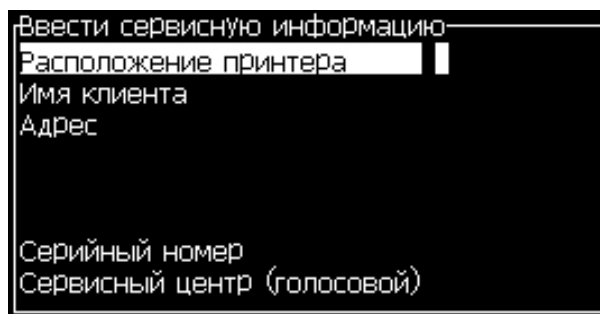

Рисунок 4-23: Диалоговое окно “Enter Service Information” (ввод информации по обслуживанию)
- 2 Выберите опцию “Enter Service Information” (ввод информации по обслуживанию), и нажмите кнопку “Enter” (ввод). Появится диалоговое окно “Enter Service Information” (ввод информации по обслуживанию) (смотрите Рисунок 4-23).